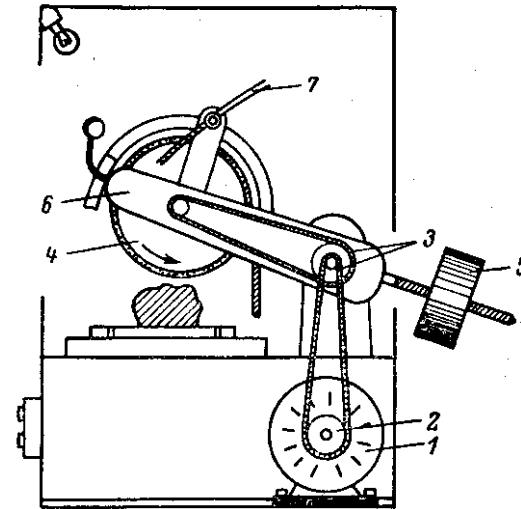

Рис. 2. Станок для резки камня с противовесом.
Второй вариант камнерезного станка (рис. 2) основан на применении противовеса (5). Его конструкция сложнее, чем предыдущего, так как алмазный отрезной круг